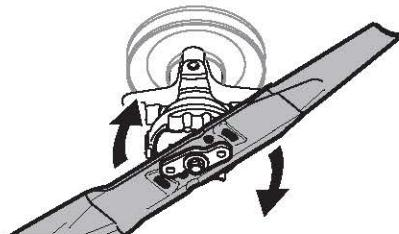

Figura 49
- Gire la cuchilla en sentido de las agujas del reloj para alinearla con el adaptador de cuchilla (Figura 49).